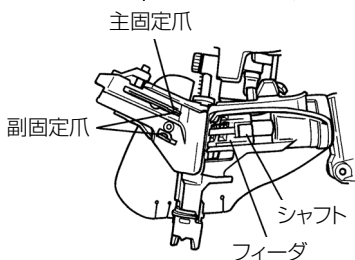

図 29
- 図 29 のように釘ガイドを開いて、付着しているごみやほこりを掃除し、特にフィーダの摺動する溝とシャフト部には付属の油を注油してください。